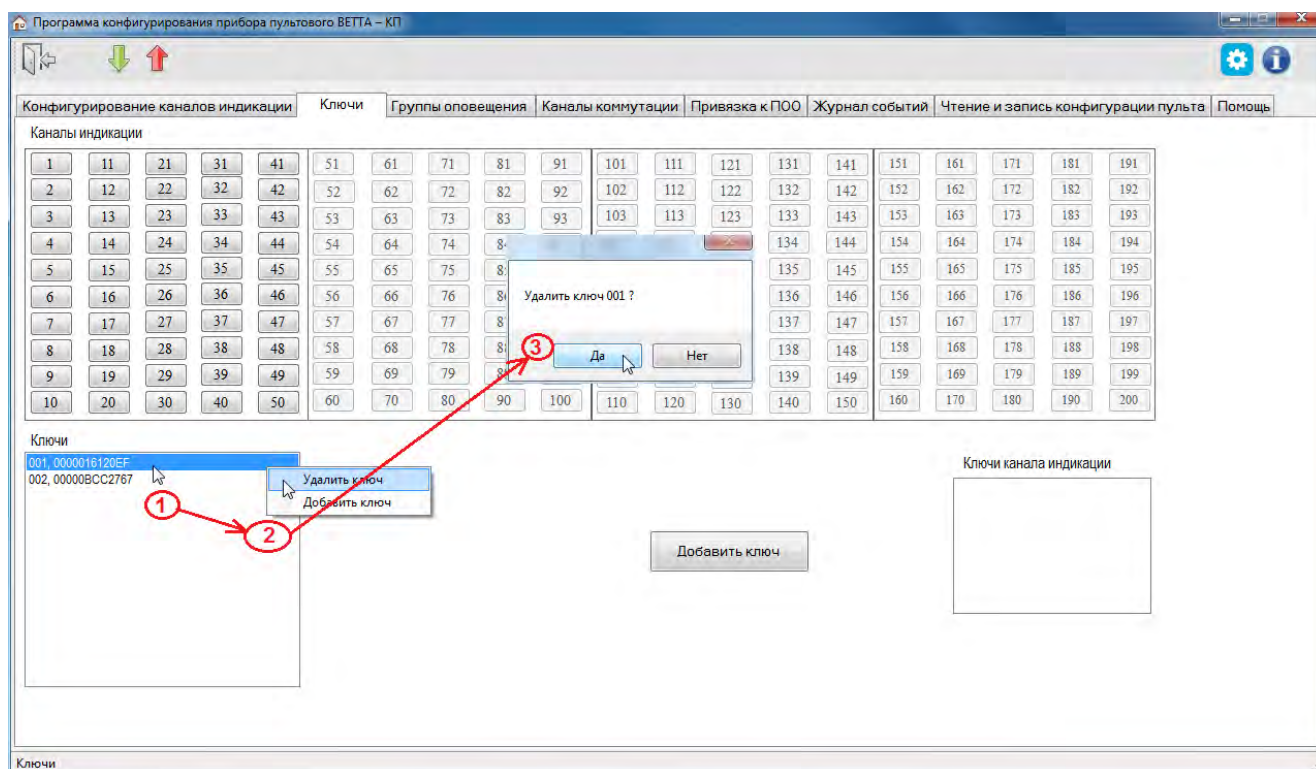

Рис. 24. Порядок действий при удалении ключа Touch Memory
4) После завершения чтения текущей конфигурации и запуска основного окна программы-конфигуратора, перейдите на вкладку «Ключи» (Рис. 24).
5) В списке «Ключи» выберите запись с кодом удаляемого ключа (Рис. 24, шаг 1).
6) Вызовите правой кнопкой мыши контекстное меню и выберите команду «Удалить» (Рис. 24, шаг 2).
7) В появившемся диалоговом окне (Рис. 24, шаг 3), подтвердите выполнение операции удаления ключа нажатием кнопки «Да».